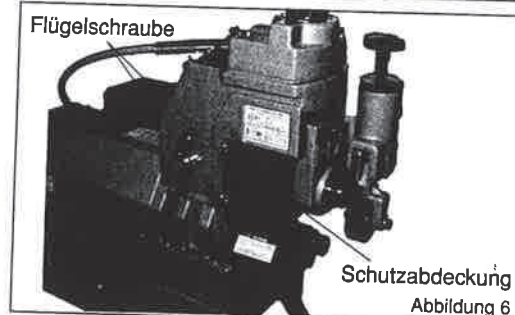

Abbildung 6
1. Flügelschraube lösen und Sicherheitsabdeckung entfernen. (Abbildung 6)